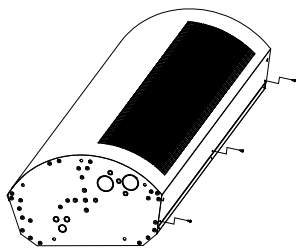

Рисунок 14.
- После того, как сопла сняты с завесы, необходимо приступить к снятию декоративной панели. Для этого, с декоративной панели выкручиваем саморезы (см. рисунок 14) 3-5 шт. в зависимости от модели завесы.